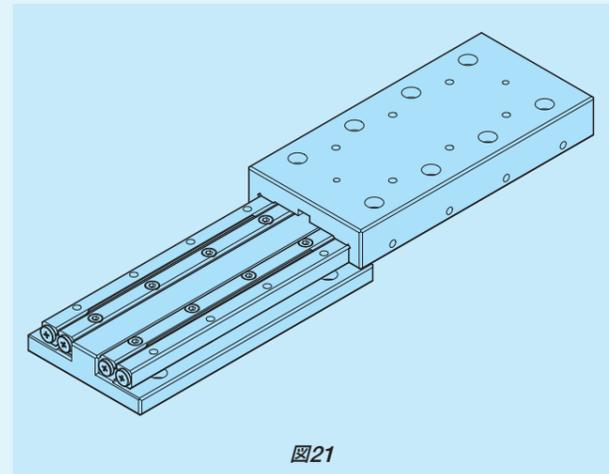

図21
- ・軌道台が動かないように押えながらテーブルを配置します。（図21参照）